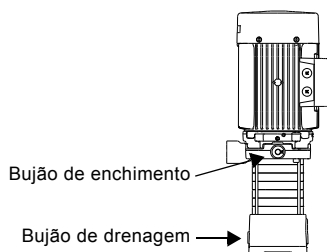

Fig. 4 Bujões de enchimento e drenagem
3. Retire o bujão de enchimento. Consulte a fig. 4.
Retire os bujões de enchimento e drenagem. Consulte a fig. 4.